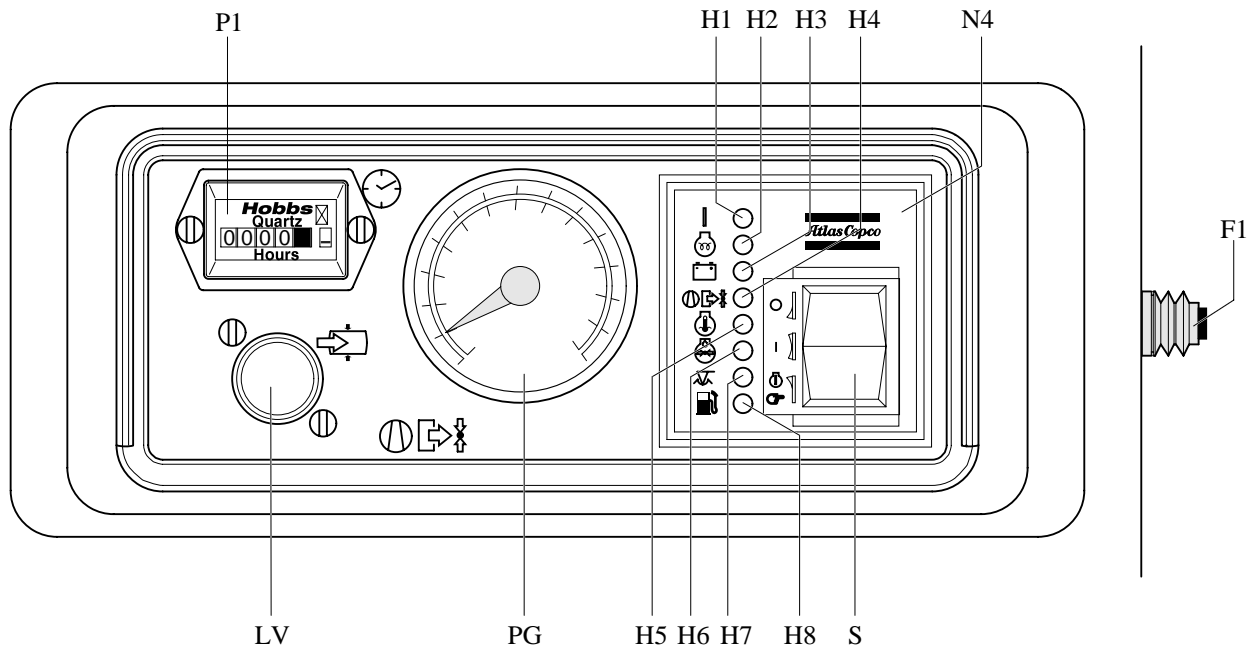

Fig. 3.10 Kontrolpanel
- Skru udluftningsskruen (1) af brændstof-forfiltret.
- Betjen håndpumpen (2) på forfiltret, indtil der kommer brændstof ud af hullet til udluftningsskruen, og der ikke længere er luft i systemet.
- Betjen strømafbryderen (Fig. 3.10, F1) på højre side af kontrolpanelet (først åbnes højre servicedør).
- Sæt start/stop knappen (Fig. 3.10, S) i position "I". Brændstofmagnetventilen magnetiseres.
- Tryk på knappen (3) foroven på holderen til forfiltret for at aktivere tilførsel af ekstra brændstof.